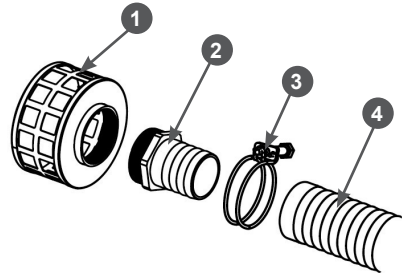

Рис. 9 Установка всасывающего фильтра
1. Закрутите в корпус 1 всасывающего фильтра коннектор 2 всасывающего рукава (Рис. 9).
2. Наденьте до упора всасывающий рукав 4 на патрубок коннектора 2 и затяните его хомутом 3 (Рис. 9).